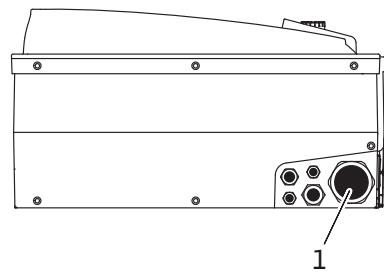

Fig. 22: Pressacavo M40
- Il cavo di collegamento alla rete deve essere posato nel pressacavo M40 (Fig. 22, pos. 1).